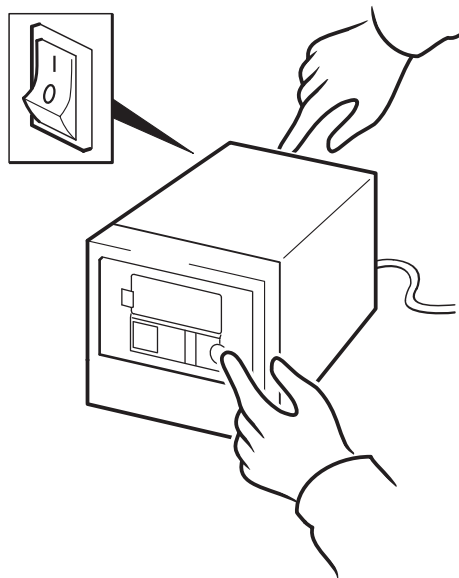

Figura 14b: HP OBDR, paso 2
- 2 Mantenga presionado el botón de expulsión. Con el botón de expulsión presionado, encienda el cargador automático (consulte la figura 14b). El dispositivo se situará en el modo HP One-Button Disaster Recovery cuando se encienda el servidor. Suelte el botón en cuanto la pantalla LCD muestre el mensaje "Modo OBDR".